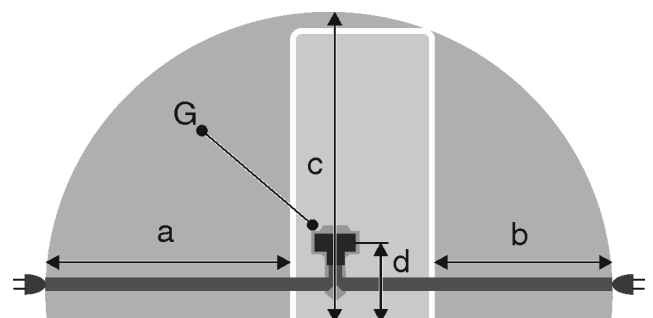

Fig. 23 \*
- Steckdose liegt nicht hinter dem Gerät, sondern in den Bereichen a oder b *Fig. 23 (a, b, c)*.
- ▶ Gerätestecker *Fig. 23 (G)* auf der Rückseite des Gerätes einstecken. Auf richtiges Einrasten achten.